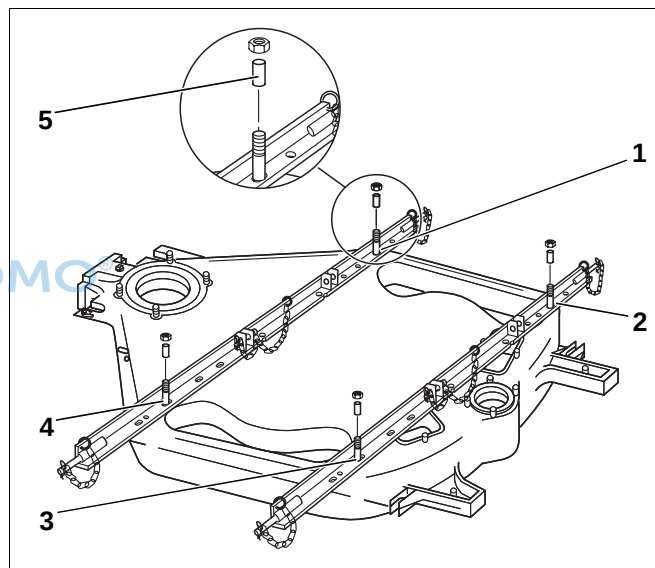

Abb. 2 Montage der Winkelschienen Logano GE515
- Winkelschienen auf Stiftschrauben aufsetzen (Abb. 2, **Pos. 1 – 4**).
- Hülsen (20mm) auf die Stiftschrauben (Abb. 2, **Pos. 5**) aufsetzen.